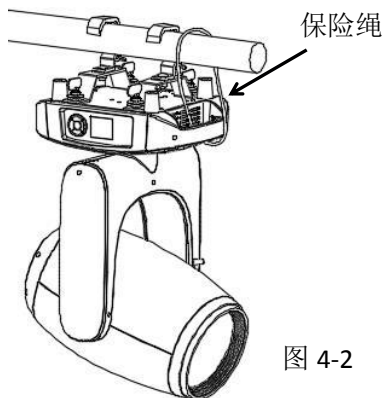

图 4-2
SK-H260S1 BEAM 吊挂+快速锁式灯钩安装方式如下图 4-2:
2. 吊挂组件安装灯具底部: 灯钩口朝显示板位置，快速锁对准底部 4 孔位后用钳子顺时针扭紧“咔”一声锁紧（图 4-2）